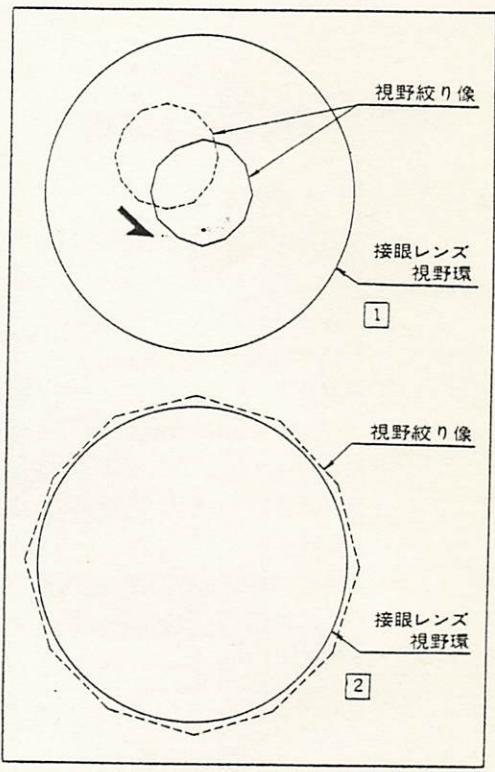

図 17
3) 対物レンズを40×に切り替え、視野絞り像が図17のように接眼レンズの視野とほぼ同じになるように、絞りの大きさを調節します。